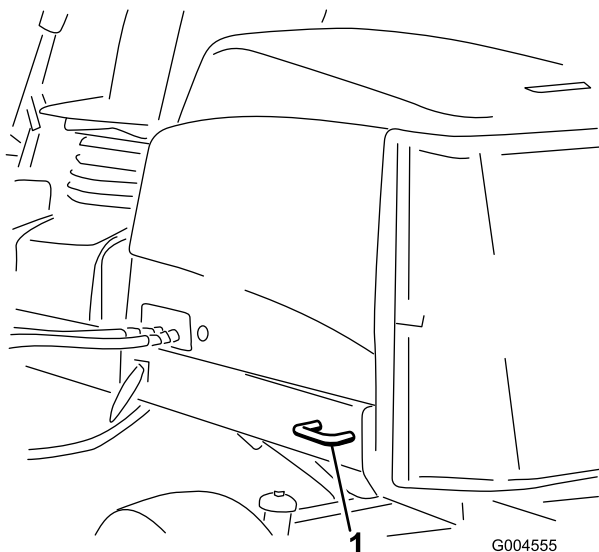

Figura 23
- **Parte posteriore della macchina** – Ogni lato della macchina sul telaio posteriore (Figura 23).